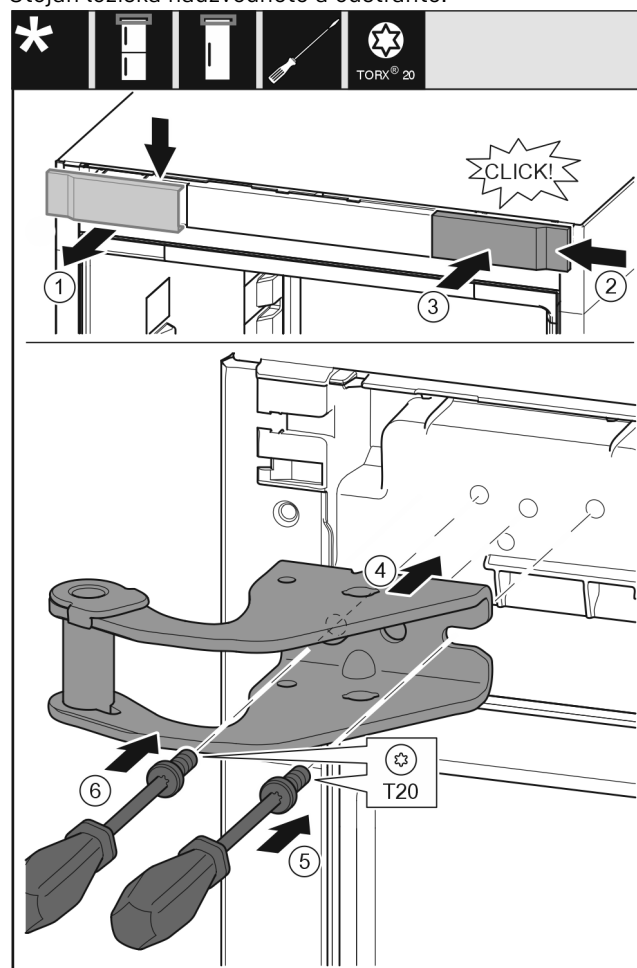

Fig. 12
- Odeberte kryt Fig. 12 (1) shora dopředu.
- Kryt Fig. 12 (2) otočený o 180° zavěste na druhé straně zprava.
- Zaklapněte kryt Fig. 12 (3).
- Nasad'te horní stojan ložiska Fig. 12 (4).
- Šroubovákem nasad'te šroub Fig. 12 (5) a utáhněte.
- Šroubovákem nasad'te šroub Fig. 12 (6) a utáhněte.